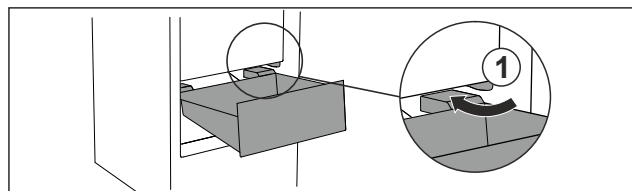

Fig. 57
- ▶ Poprowadzić szufladę ukośnie wokół stoperów Fig. 57 (1).